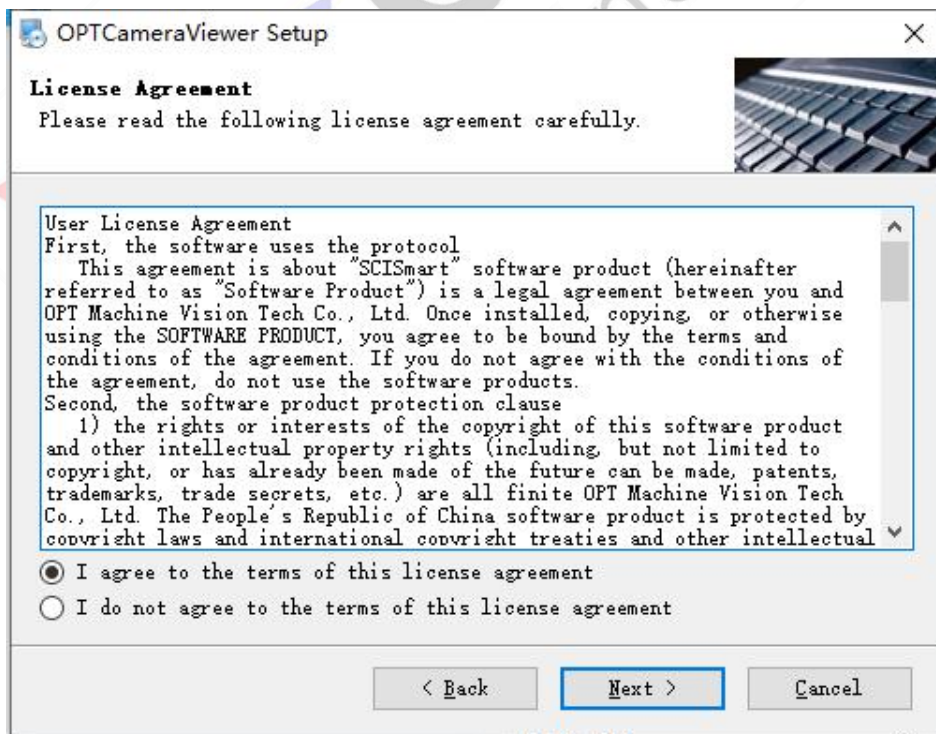

图 3-2 许可协议窗口
3. 进入许可协议窗口如图 3-2 所示，在认真阅读许可协议后，确认同意许可条款，再点击下一步按钮，继续安装流程。